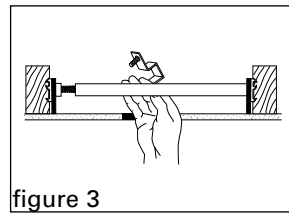
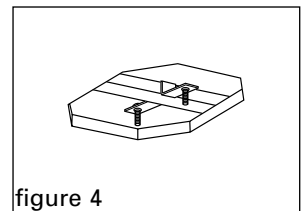

figure 3
figure 4
3. Snap the bracket over the square tube and center it over the hole (figure 3). Make sure the screws are pointed toward the hole in the sheetrock (figure 4).
3. Accrochez le crochet par-dessus le tube carré et centrez-le au milieu du trou (Figure 3). Assurez-vous que les vis pointent vers le trou dans le gyproc (figure 4).